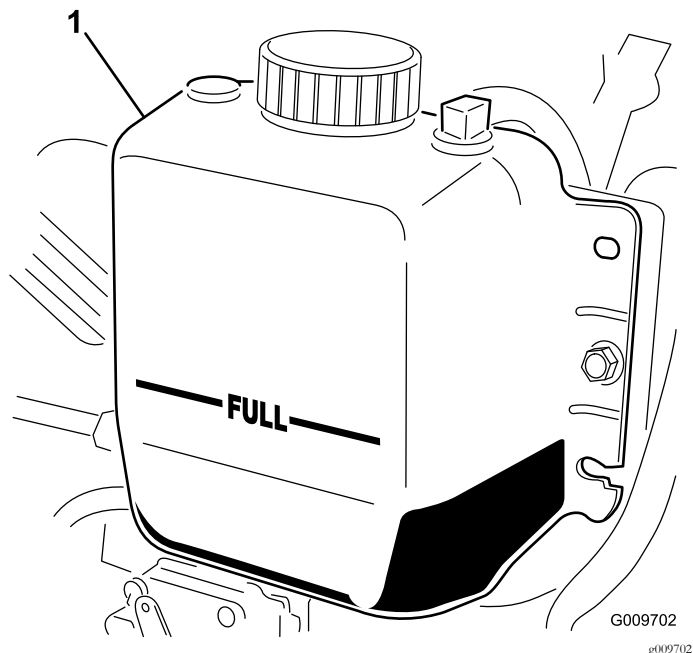

Рисунок 61
2. Проверьте уровень охлаждающей жидкости в радиаторе. Радиатор должен быть заполнен до верха заливной горловины, а расширительный бачок — до метки FULL (Полный) (Рисунок 61).